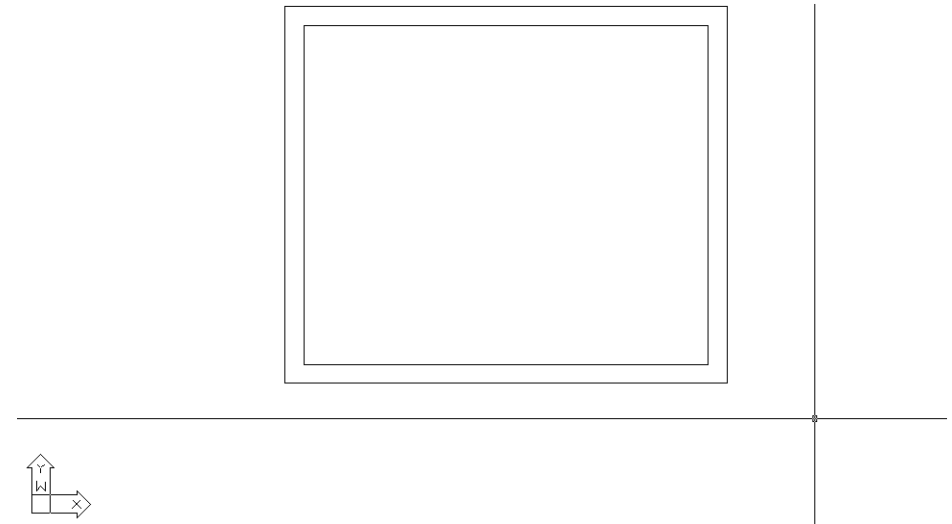

Рис. 2.14 ▼ Все внутренние линии чертежа сопряжены
4. Выполнив сопряжение двух следующих линий, снова запустите инструмент **Сопряжение** (Fillet) и продолжайте его применять до тех пор, пока не закончите сопряжение всех углов (рис. 2.14).
Конечно, результат, представленный на рис. 2.14, по-прежнему лишь отдаленно напоминает чертеж, показанный на рис. 2.2. Однако теперь вы освоили не только инструмент **Подобие** (Offset), но и инструмент **Сопряжение** (Fillet), что, как вы вскоре убедитесь, вам еще не раз пригодится. Команды **Подобие** (OFFSET) и **Сопряжение** (FILLET) являются едва ли не наиболее часто используемыми инструментами AutoCAD. В следующих главах мы подробнее ознакомимся с методами их применения.